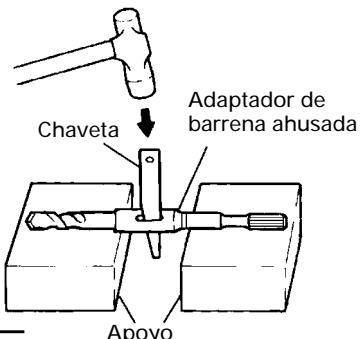

Fig. 12
- (3) Despues de eliminar el polvo con una jeringa, fije la clavija en la extremidad del anclaje e introduzca el anclaje con un martillo de mano.
- (4) Para sacar la broca con la barrena ahusada introduzca una chaveta en la ranura del adaptador de barrena ahusada, ponga apoyos debajo del martillo rotativo y golpee la chaveta con un martillo de mano. (Fig.12)